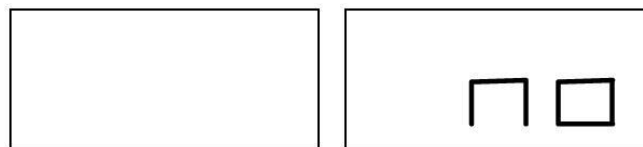

Рис. 6.2 - Программа Скрытых Грузиков невозможна или для выбранной позиции не допускается
8. Если выбранный угол больше 120°, на стенде отображается надпись, как на рис. 6.2, в течение одной секунды и будет издаваться трехкратный звуковой сигнал, это означает, что необходимо повторить процедуру в шаге 7 еще раз. Если угол меньше 120°, то стенд немедленно выведет значение внешнего грузика W2.